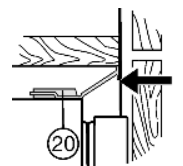

Fig. 16
- ▶ Falls erforderlich, die Ausgleichsblende Fig. 16 (20) durch Verschieben parallel zur Möbeldecke ausrichten. Sie darf nicht hervorstehen.